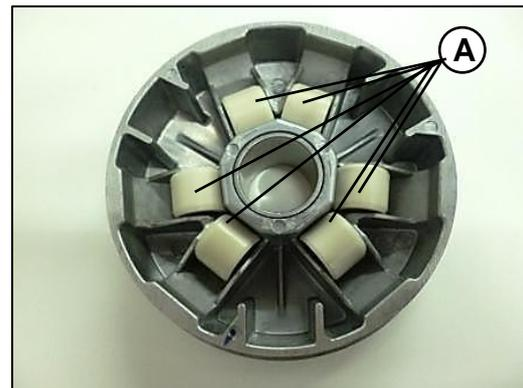

Fig.15
Retire los roller (A) de la polea de deslizamiento. Fig.15